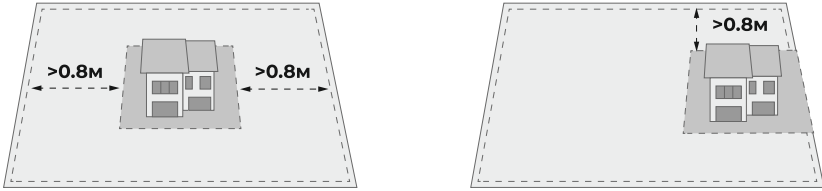

Рис. 5
4) Граница газона должна находиться на расстоянии более 0,8 м от дома. (рис. 5)